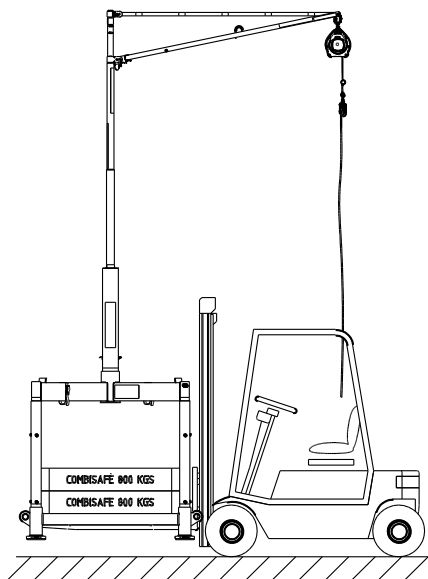

Рис. 31. Подъем установки в сборе для перемещения.
1. Установите вилку погрузчика под основанием в соответствующих направляющих, как показано на рис. Рис. 31. Медленно поднимите конструкцию, убедившись в отсутствии препятствий.